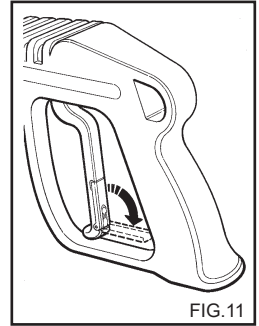

FIG.11
- Quando l'idropulitrice non viene utilizzata chiudere il dispositivo di sicurezza dell'impugnatura.(fig.11)